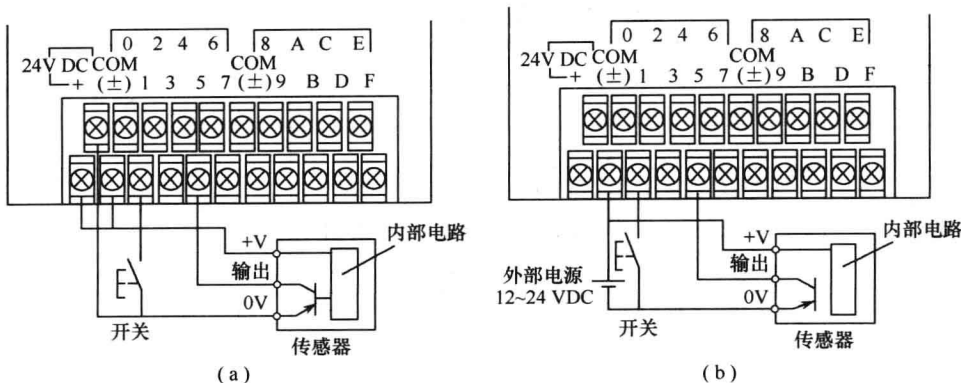

图 1-9 松下 FPI 系列 PLC 的输入端接线
(1) 输入端接线。输入装置可以是各种有触点的机械开关，也可以是无触点的电子开关。许多型号的 PLC 主机上配有供输入端使用的直流 24V 电源（如松下 FPI 系列），注意切勿将外接电源接到直流电源的端子上。如果该电源的输出功率不够，还可以在输入端使用外接电源。松下 FPI 系列 PLC 的输入端接线如图 1-9 所示。在接线中，输入线应尽可能远离输出线、高压线及用电设备。